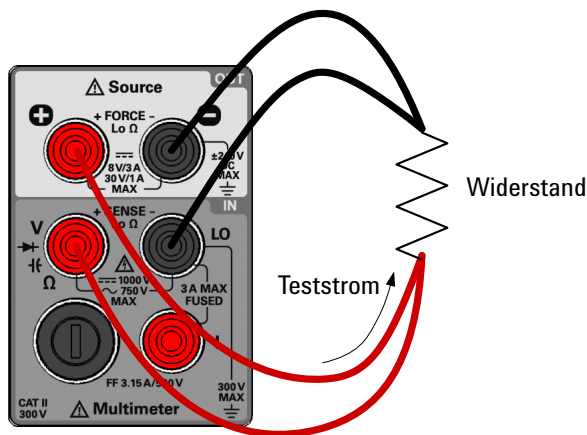

Abbildung 2-4 Verbindungen für 4-Draht-Widerstandsmessungen
- 2 Verbinden Sie die roten und schwarzen Testleitungen mit den Eingangsanschlüssen **+** (FORCE +) und **-** (FORCE -) gemäß Darstellung in Abbildung 2-4.
- 3 Verbinden Sie die roten und schwarzen Testleitungen mit den Eingangsanschlüssen **Ω** (SENSE +) und **LO** (SENSE -) gemäß Darstellung in Abbildung 2-4.